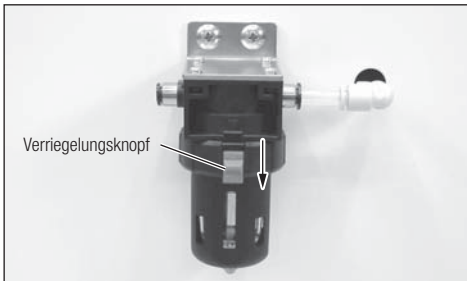

Abb. 27
- 1) Den roten Verriegelungsknopf nach unten drücken (in die Richtung des Pfeils OPEN) (Abb. 27).